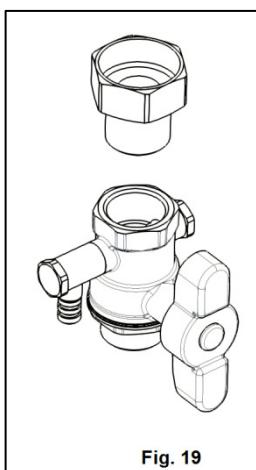

Fig. 19
**13.** Se atașează partea cu filet exterior a racordurilor olandeze L2, la robinetii cu aerisitor Q, etanșarea asigurându-se cu șnur de cânepă (Fig. 19).